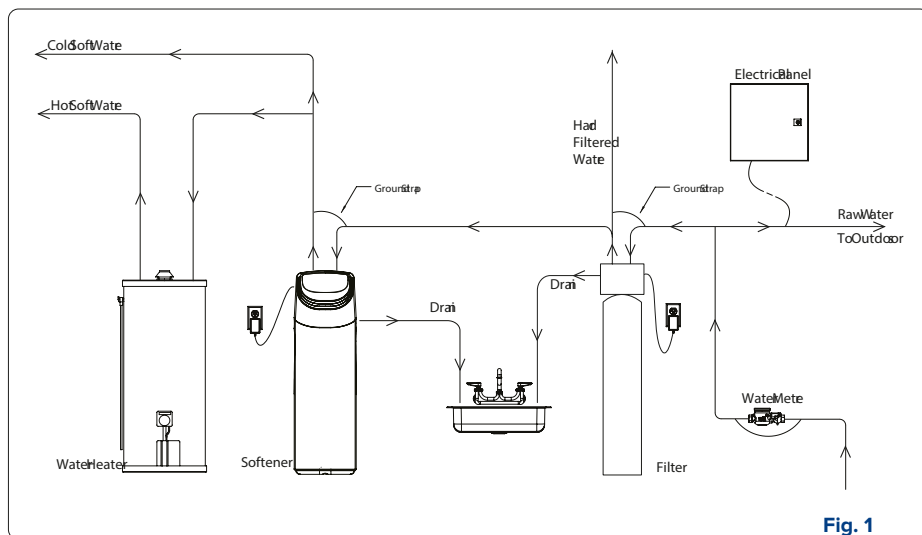

Fig. 1
3. Plaats in de juiste relatie ten opzichte van andere waterbehandelingsapparatuur (zie afb. 1).
7. Bepaal of er extra leidingen nodig zijn als uw waterbron een gemeenschappelijke watervoorziening of een openbare watervoorziening is, of als u water wilt omleiden dat wordt gebruikt voor een geothermische warmtepomp, gazonsproeiers, bijgebouwen of andere toepassingen met een hoge vraag. Zie afb. 1.